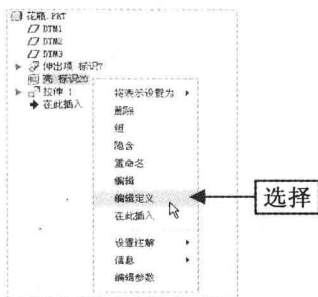

图 7-15 选择“编辑定义”命令
Step 02 在模型树中选择“壳 标识 20”选项,单击鼠标右键,在弹出的快捷菜单中选择“编辑定义”命令,如图 7-15 所示。